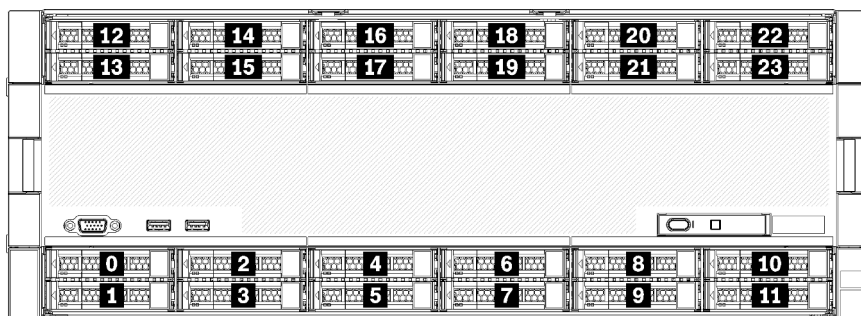

Figura 3. Posizioni dei vani delle unità
- Le due unità superiori supportano unità di interfaccia SAS, SATA o NVMe (Lenovo AnyBay). Il server può supportare fino a 12 unità NVMe, a seconda della configurazione del server. I vani delle unità compatibili con NVMe sono quelli con numeri pari, come mostrato in Figura 3 "Posizioni dei vani delle unità" a pagina 12.